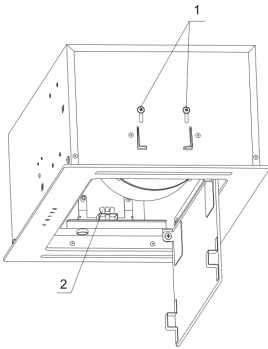

Abb. 5
6.5.1 Lösen Sie mit einem Schraubendreher die vier Schrauben auf beiden Seiten um 0,5 Umdrehungen (Position 1 von Abb. 5). Anschließend öffnen Sie die innere Glasscheibe und ziehen den Aluminiumfilter des Fettabscheiders heraus.
6.5.2 Öffnen Sie dann die innere Glasscheibe und schrauben Sie die Flügelmutter (Position 2, Abb. 5) von beiden Seiten 5 Umdrehungen lang von Hand ab (nicht ganz abschrauben).
6.5.3 Setzen Sie die Haube in das rechteckige Langloch ein, indem Sie die elastischen Klammern leicht andrücken (Abb. 5). Ziehen Sie die Flügelmutter (Nr. 2, Abb. 5) auf beiden Seiten handfest an, bis die Haube vollständig auf dem unteren Fachboden des Klappmöbels sitzt.